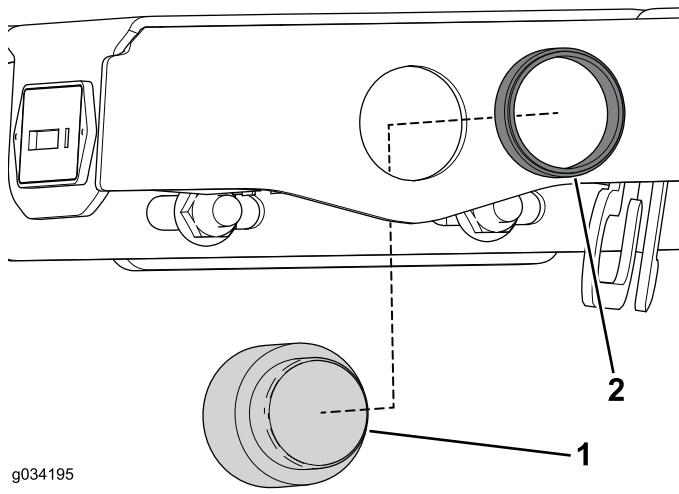

Bild 11
2. Entfernen Sie den gerändelten Halterung am Alarm und nehmen ihn vom Bedienfeld ab (Bild 11).